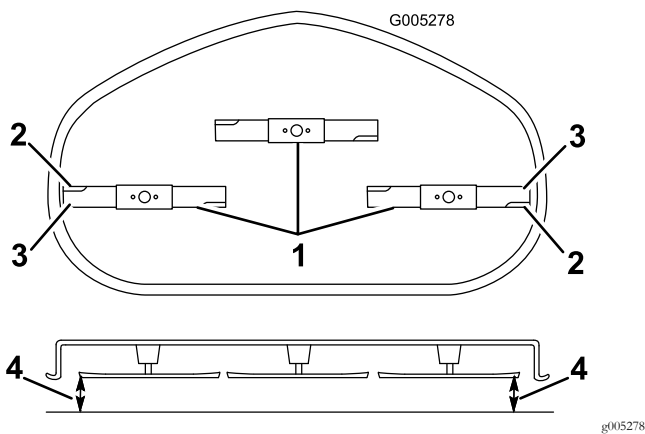

Figure 54
4. Faites pivoter la ou les lames avec précaution pour qu'elles soient toutes parallèles (Figure 54).
5. Mesurez la distance entre les tranchants extérieurs et le sol plat (Figure 54).